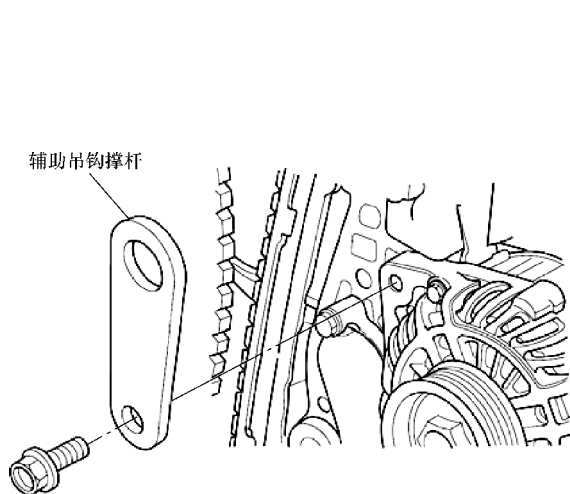

图 22-10 安装辅助吊钩撑杆
- 2) 拆下交流发电机安装螺栓，然后安装辅助吊钩撑杆，如图 22-10 所示。